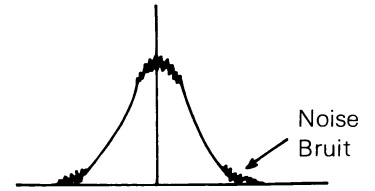

Fig. 4
- (Note 2) Using a sweep generator, apply low-input signals (with a small amount of noise super-imposed as in Fig. 4, and adjust the tuner pack's IFT so that the waveforms are brought to their maximum in center marker frequency (10.7 MHz).
- (Note 2) Lorsque l'on utilise un générateur de balayage, envoyer des signaux de faible entrée (avec une petite quantité de parasites surimposés, comme indiqué sur la figure 4), et régler le transformateur de fréquence intermédiaire (IFT) de façon que les formes d'onde atteignent leur maximum à la fréquence du point central (10.7 MHz).